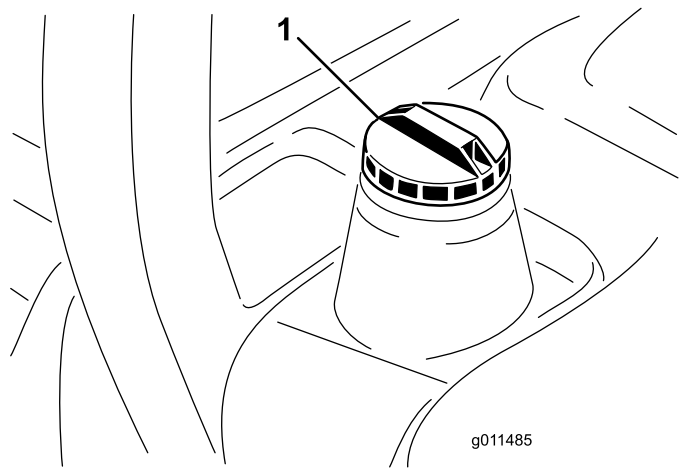

Figura 16
3. Retire a tampa do depósito de combustível (Figura 16).